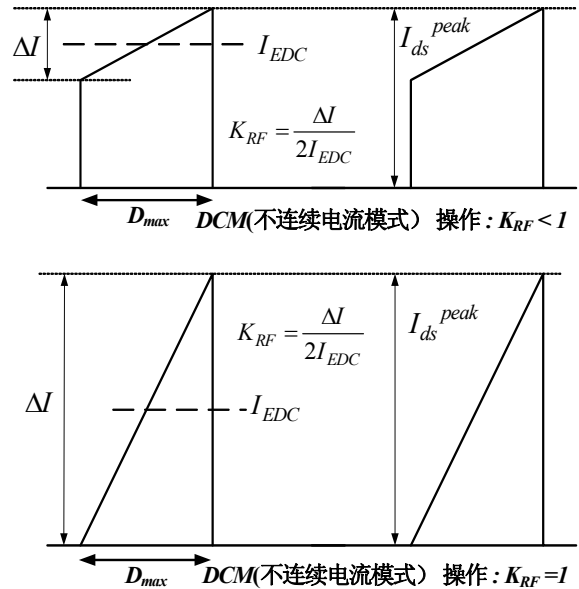

图 4 MOSFET 漏极电流和纹波系数 ( $K_{RF}$ )
-  $K_{RF}$ : 纹波系数, 由最小输入电压和满载条件决定, 如图 4 所示。对于 DCM 运行,  $K_{RF} = 1$ ; 对于 CCM 运行,  $K_{RF} < 1$ 。纹波系数与变压器尺寸和 MOSFET 电流有效值紧密相关。虽然可以通过降低纹波系数来减少 MOSFET 中的传导损耗, 但过小的纹波系数会迫使变压器增大尺寸。同时考虑效率和磁芯尺寸, 合理的取值为: 对于通用输入范围,  $K_{RF} = 0.3\sim 0.5$ ; 对于欧洲输入范围,  $K_{RF} = 0.4\sim 0.8$ 。与此同时, 对于尺寸要求严格的小于 5W 的低功率应用, 应使用相对较大的纹波系数, 以实现变压器尺寸最小化。在这种情况下, 对于通用输入范围, 通常  $K_{RF} = 0.5\sim 0.7$ ; 对于欧洲输入范围, 通常再  $K_{RF} = 1.0\sim 0.8$ 。